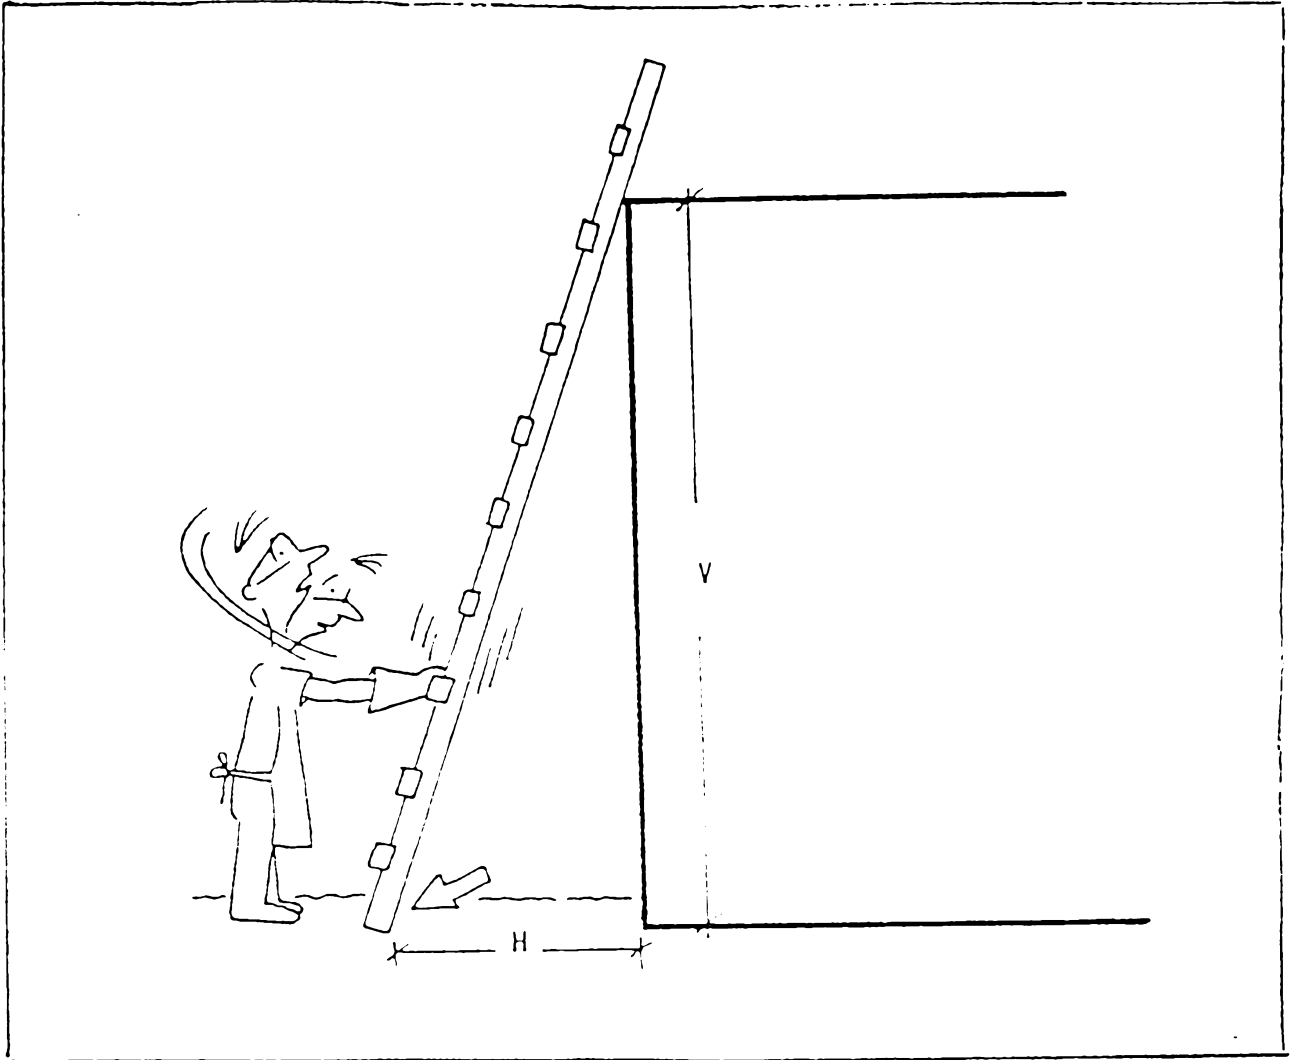

FIG. 16
- Revisar la escalera de acceso, que se encuentre firmemente apoyada y con todos los peldaños. Si la escala no está empotrada debe estar con una inclinación 4:1 (V:H) (FIG. 16).